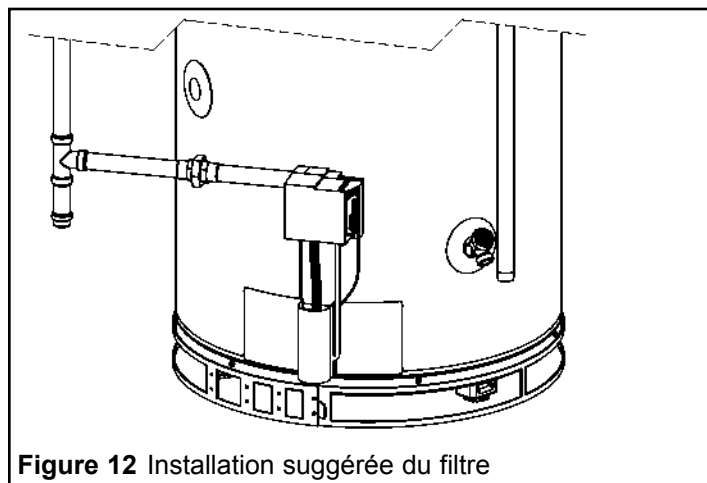

Figure 12 Installation suggérée du filtre
3. Une fois le raccordement effectué, glissez légèrement le filtre vers le bas afin d'assurer un bon ajustement du filtre à la fois contre la paroi du chauffe-eau et le plancher (ou le bac d'égouttement, si installé). Voir Figure 12.